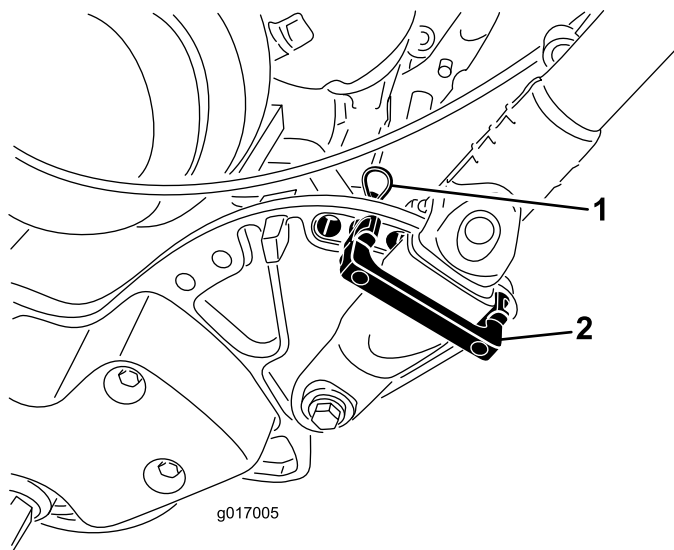

Figura 8
1. Enquanto apoia o manípulo, remova as braçadeiras de cabos que prendem os grampos do manípulo às placas laterais (Figura 8).
2. Rode o manípulo para a posição de operação desejada e coloque um fixador do manípulo por cima do grampo e nos orifícios de alinhamento na placa lateral (Figura 8).
3. Mantenha o fixador na posição com um perno de gancho (Figura 8).